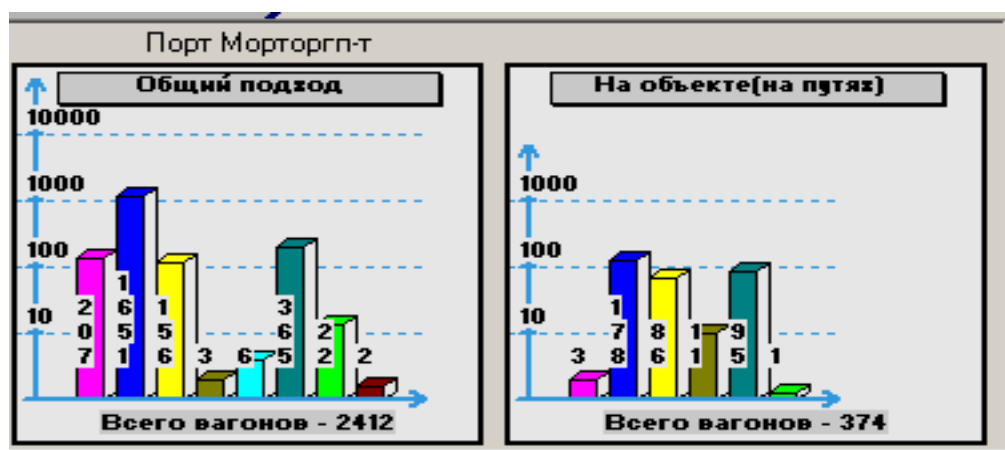

Рисунок 2.17. Окно «Запрашиваемый объект» при просмотре подхода к порту.
1. наличие вагонов на объекте (рис.2.17);
2. общий подход (рис.2.17);